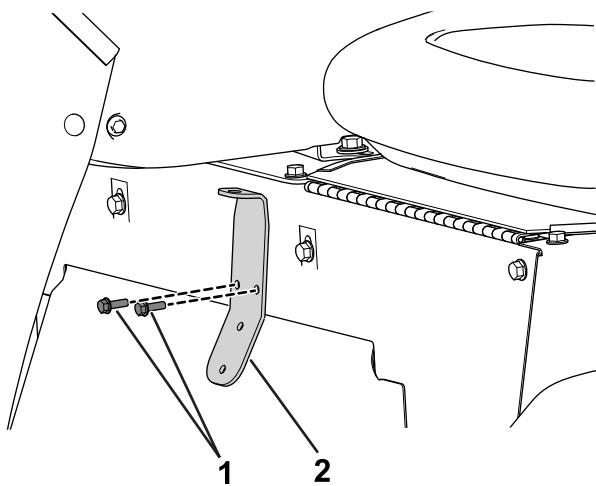

Figura 28
2. Utilizzate le 2 viti esagonali scanalate (1/4"-20 x 1/2") per fissare il supporto della valvola alla base del sedile (Figura 28).